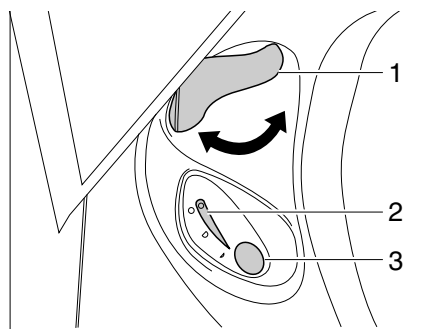

Fig. 363 Unidad de mando inodoro Thetford
- Antes del lavado, abrir la corredera del inodoro Thetford. Para ello, girar la palanca de corredera (Fig. 363,1) en sentido contrario a las agujas del reloj.
- Para lavar, pulsar el botón del inodoro azul (Fig. 363,3).
- Tras el lavado, cerrar la corredera. Para ello, girar la palanca de corredera (Fig. 363,1) en sentido de las agujas del reloj.
La luz de control (Fig. 363,2) se enciende cuando es necesario vaciar el cassette Thetford.
- Girar la palanca de corredera (Fig. 363,1) en sentido de las agujas del reloj. Se cierra la corredera. Para el vaciado debe estar cerrada la corredera en el inodoro Thetford.